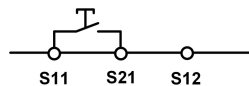
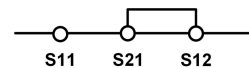

Abb. 6
Abb. 7
- Den Startkreis entsprechend der Anwendung gemäß Abb. 6 bzw. Abb. 7 verdrahten.
Verdrahten Sie den Startkreis entsprechend den Beispielen in Abb. 6 oder 7, um das Startverhalten einzustellen.